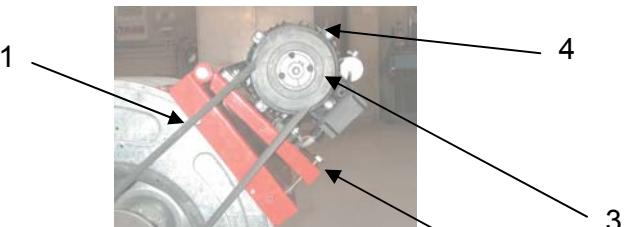

Рис.1
- воздухоприемник типа «вентиляционной камеры» оснащается четырьмя боковыми отверстиями и регулируемыми пластинами, которые отводят горячий воздух в требуемом направлении (Рис.1).
Если теплогенератор оснащен центробежным вентилятором и значение расхода отличается от указанного, то нужно выполнить следующие операции (Рис. 1):